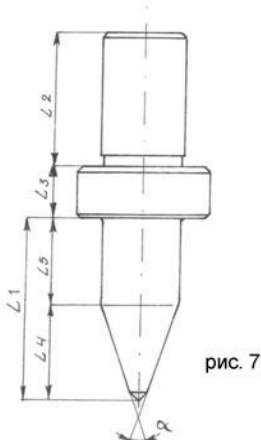

рис. 7
6.1 Длинные (long) сверла Flowdrill (рис. 7а)
Длинное сверло Flowdrill имеет длинный параллельный стержень (L5) (рис. 7), сверло такой формы создает цилиндрические отверстия по всей длине. Сверло выдавливает материал и формирует уплотненное отверстие рабочей поверхностью до кольцевого выступа. (рис.8е).
рис. 7а
6.3 Короткое специальное сверло Flowdrill (рис. 7с)
рис. 7с